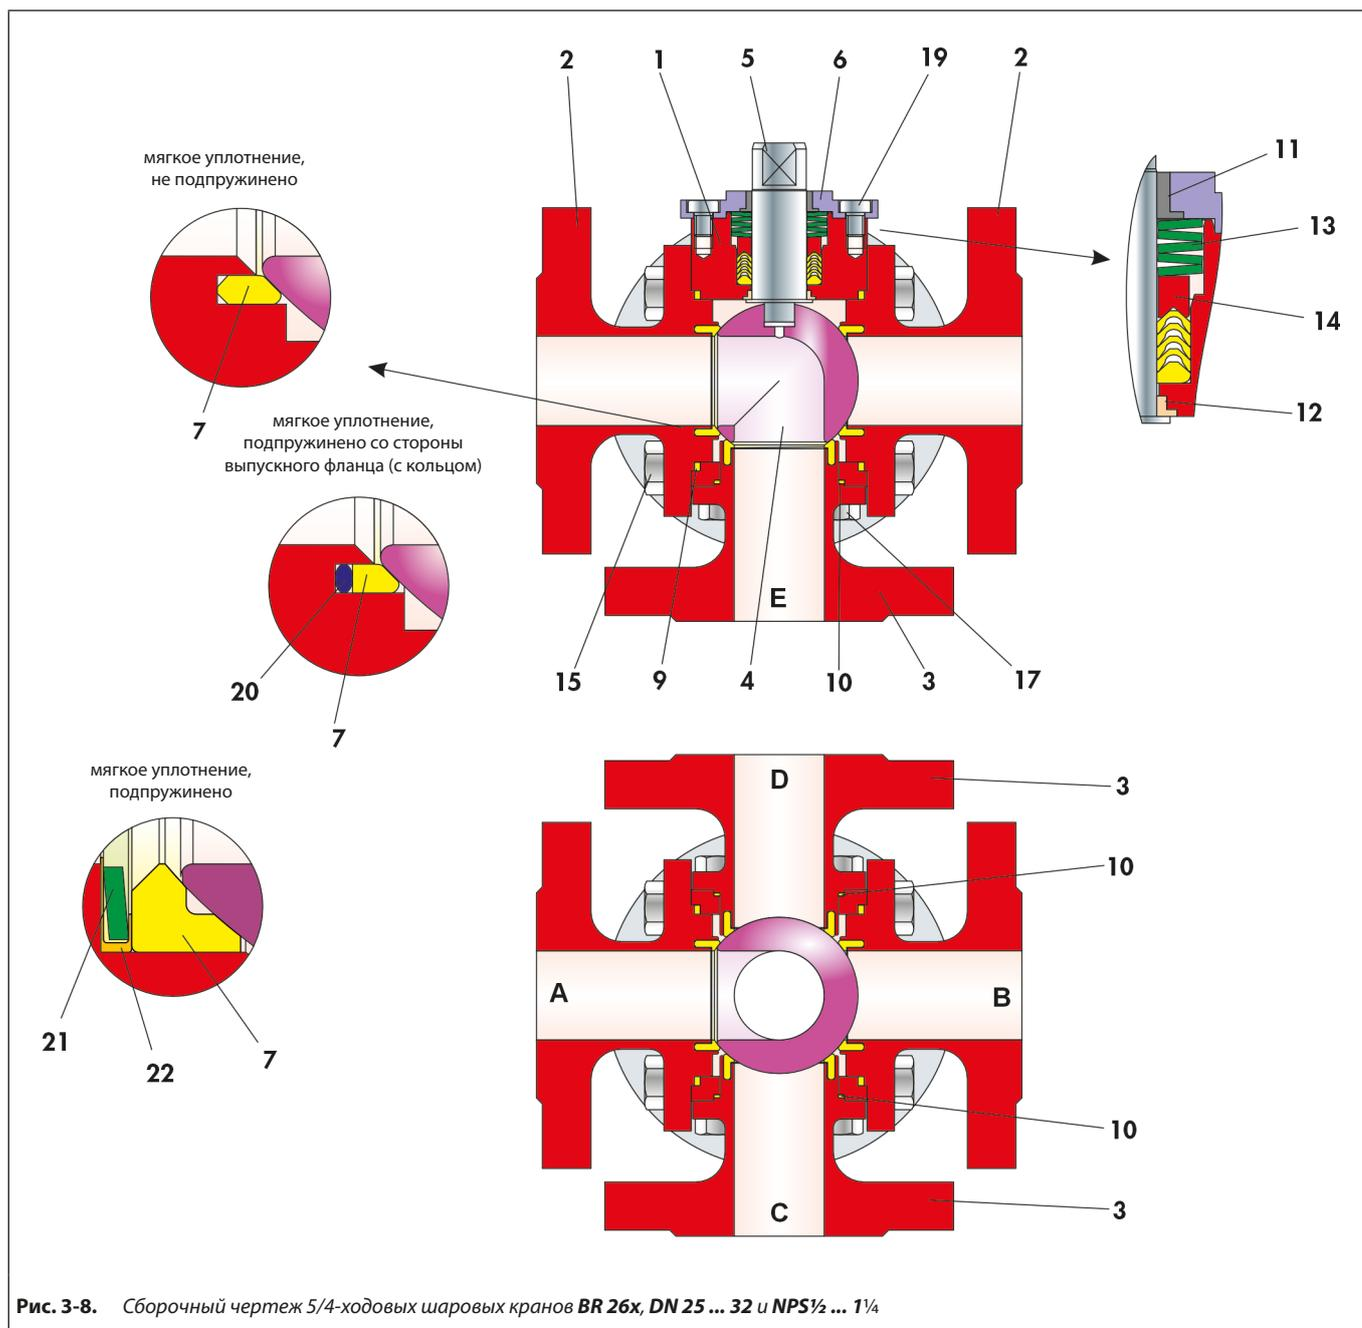

Рис. 3-8. Сборочный чертеж 5/4-ходовых шаровых кранов BR 26x, DN 25 ... 32 и NPS 1/2 ... 1 1/4
- В зависимости от исполнения могут использоваться резьбовые шпильки (15) с гайками (16) или винты (15).
- ⇒ Поместите втулку подшипника (12) в соответствующее место в основном корпусе (1).
- ⇒ Вдавите вал управления (5) через установленную втулку подшипника (12) в основной корпус. Убедитесь, что вал управления может двигаться.
- ⇒ Слегка поверните V-образную уплотнительную манжету (14) так, чтобы ее было легче поместить на установленный вал управления (5), и вставьте манжету в соответствующее место для уплотнения в основном корпусе (1). Расположение V-образных манжет показано на рис. 3-8.
- ⇒ Поместите тарельчатые пружины (13) на уплотнение. Положение тарельчатых пружин показано на рис. 3-8.
- ⇒ Вдавите втулку подшипника (11) во фланец сальниковой коробки (6).
- ⇒ Поместите фланец сальниковой коробки (6) через вал управления (5) в основной корпус (1).
- ⇒ Слегка смажьте винты (19).
- ⇒ Отрегулируйте фланец сальниковой коробки винтами (19).